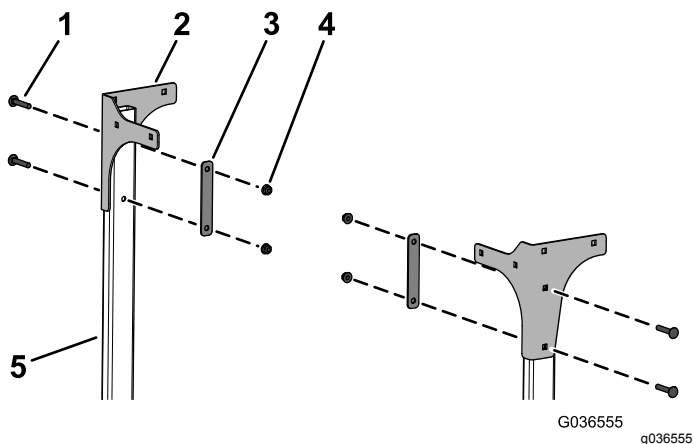

**Figura 7**
6. Instale provisionalmente los tubos traseros a los soportes de bucle traseros con 8 pernos de cuello cuadrado (5/16" x 2"), 2 placas de montaje y 8 tuercas (5/16"), tal y como muestra en la Figura 7.